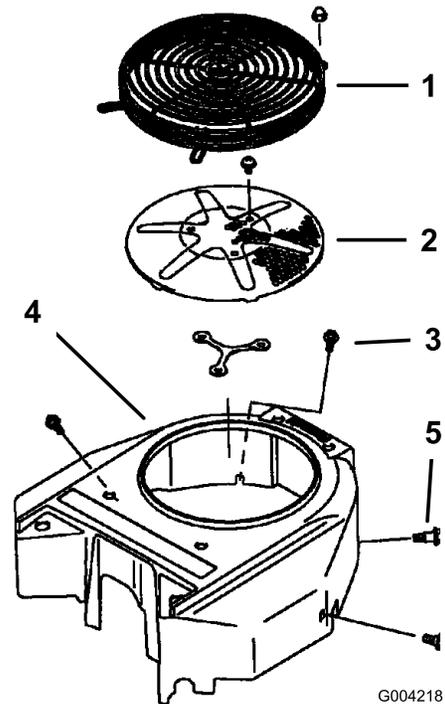

Figure 70
5. Reposez la grille d'entrée d'air, le lanceur et le carter du ventilateur (Figure 70).
Avant chaque utilisation, enlevez l'herbe, les saletés et autres débris éventuellement accumulés sur la grille du moteur. Cela permet d'assurer un refroidissement et un régime moteur corrects, et réduit les risques de surchauffe et de dommages mécaniques du moteur (Figure 70).
3. Retirez la grille d'entrée d'air, le lanceur et le carter du ventilateur (Figure 70).